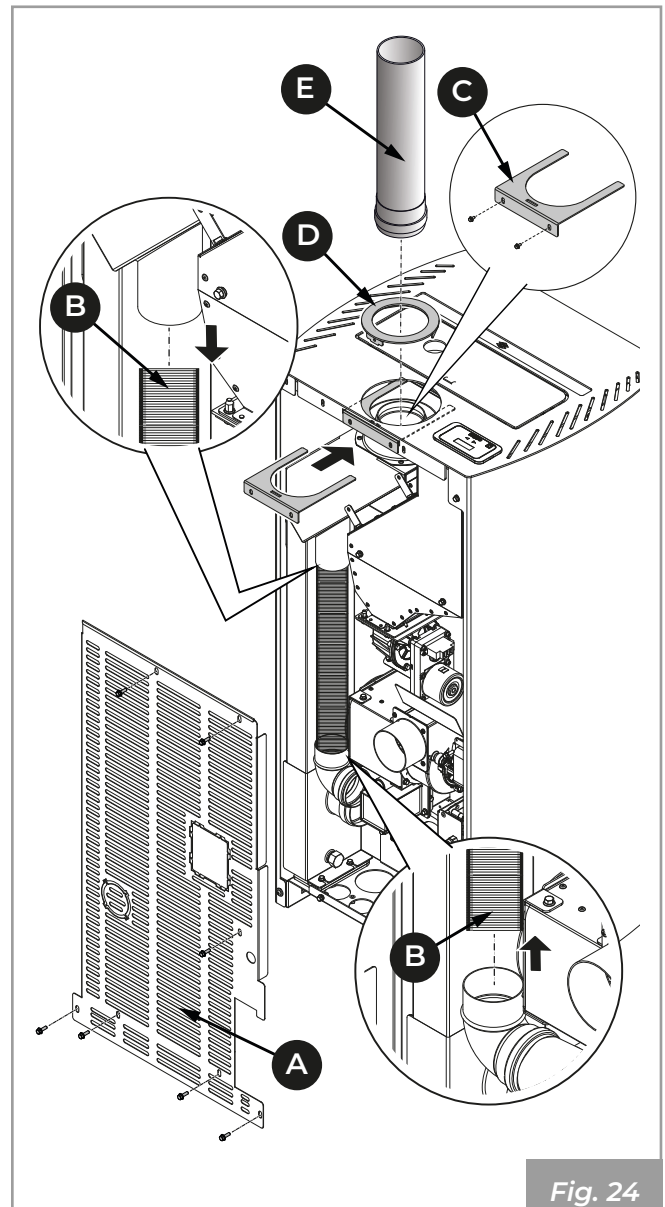

Fig. 24
- Collegare il tubo uscita fumi **(E)** (**Fig. 24**)